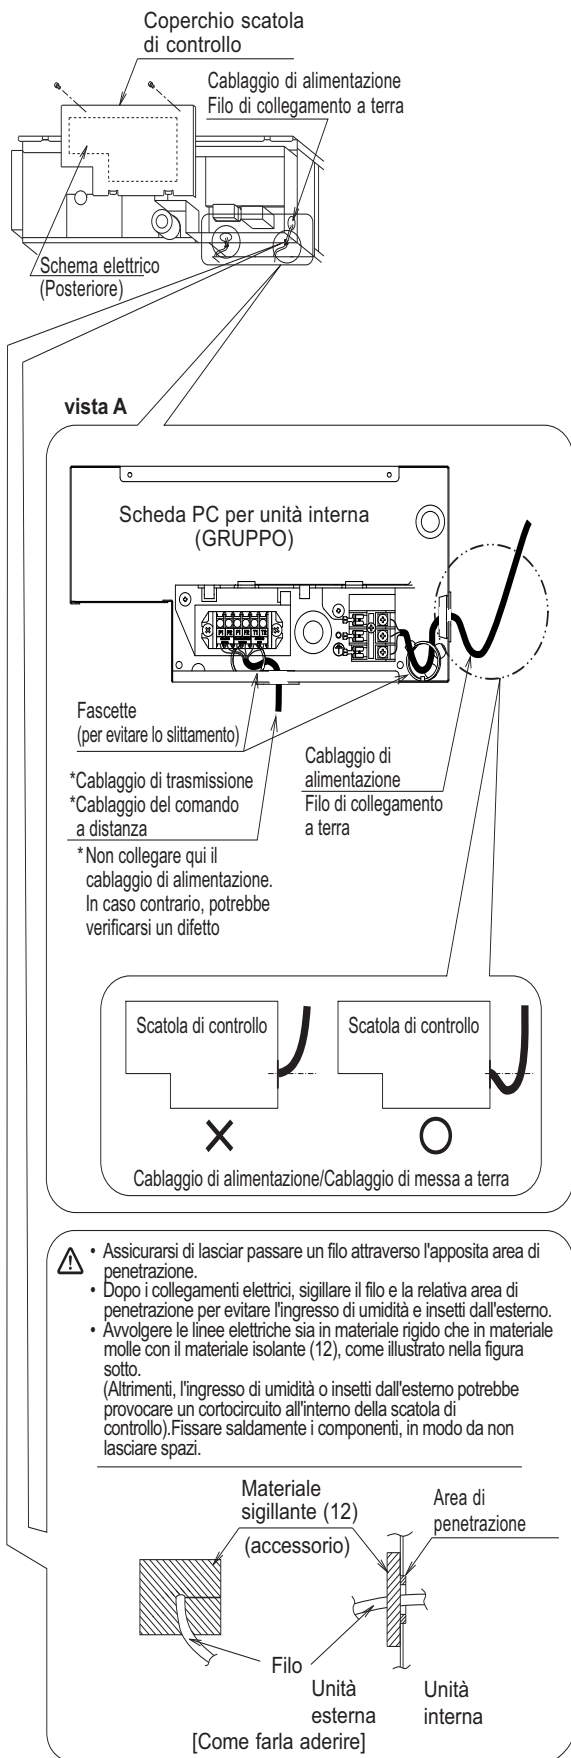

Fig. 17
Bloccare saldamente i cavi con le fascette (9) (10) fornite come accessori, come mostrato nella Fig. 17, in modo che non sia applicata tensione all'area di collegamento dei cavi.
- Eseguire i collegamenti elettrici solo dopo aver rimosso il coperchio della scatola dei comandi, come mostrato nella Fig. 17, facendo riferimento alla vista A.